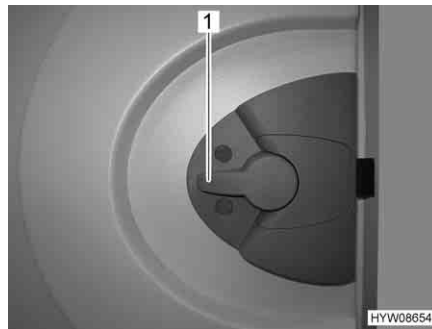

Fig. 19 Serratura della porta, lato interno
- Premere la maniglia della porta (Fig. 19,1) verso il basso.